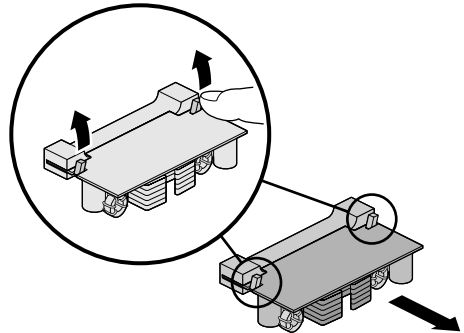

Figura 6-11 Removendo os reguladores de tensão
11. Pressione simultaneamente as duas lingüetas do trilho de montagem do regulador de tensão. Pressione para cima ou para baixo, dependendo da direção do trilho. Veja a Figura 6-11.